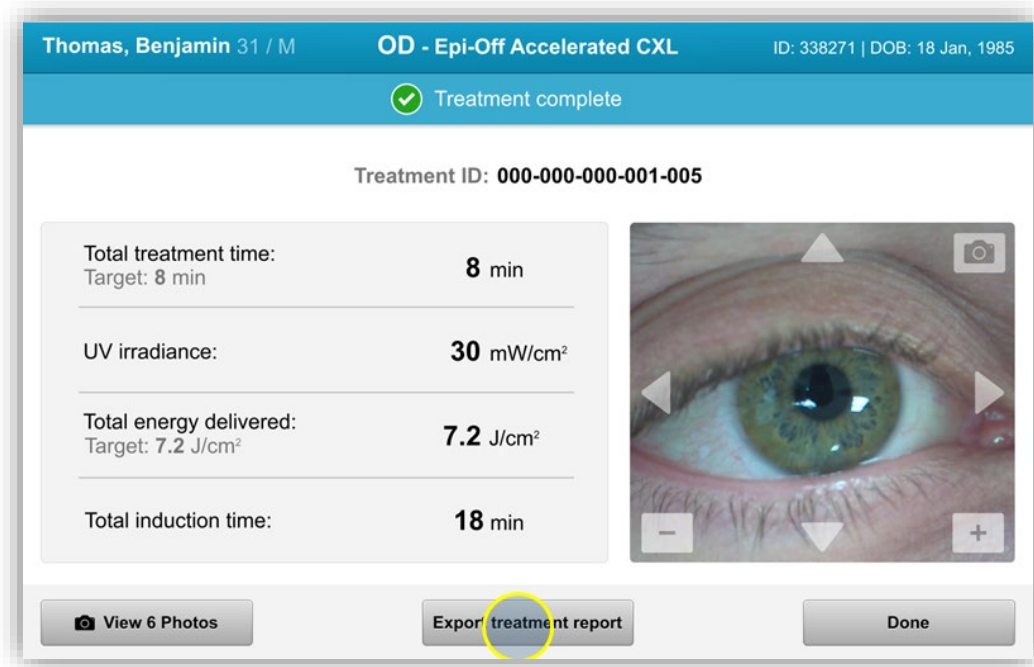

Figure 3-40. Exportation du Rapport de traitement
- Sélectionnez « Exporter le rapport de traitement » comme illustré à la figure 3-40 pour enregistrer le rapport sur un disque USB.